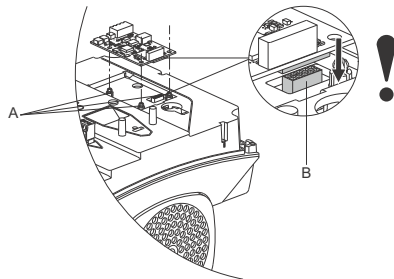

Рис. 58 Встановлення модуля CIM
4. Встановіть модуль CIM, вирівнявши його з трьома пластмасовими утримувачами (рис. 58, А) і контактним штепселем (рис. 58, В). Притисніть модуль пальцями до упору.